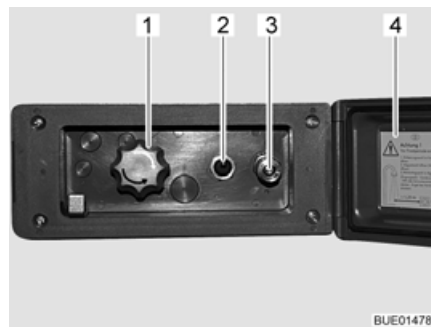

Bild 127 Duschanslutning utsida
- Lås upp och öppna locket (Bild 127,4).
- Anslut ytterduschens slang med snabbkopplingen (Bild 127,3).
- Koppla in vattenpumpen med brytaren (Bild 127,2).
- Ställ in vattentemperaturen enligt önskemål med vredet (Bild 127,1).
- Koppla ur vattenpumpen med brytaren (Bild 127,2).
- Stäng locket (Bild 127,4) och lås det med nyckeln.
- Ställ vredet (Bild 127,1) på mittläget.